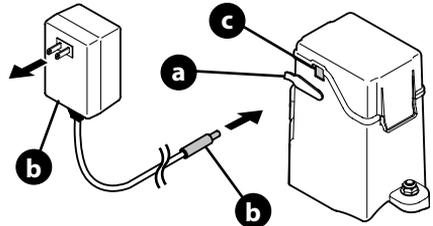

Figura 29
1. Abra la tapa del puerto de carga (a) y enchufe el cable del cargador (b) en el puerto de carga (c) (Figura 29).